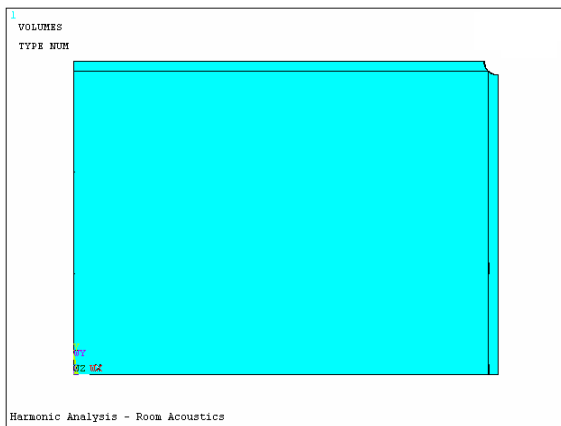

图 11-75 XY 面上的几何模型
③⑨依次选择 Utility Menu→PlotCtrls→Style→Colors→Reverse Video, ANSYS 显示窗口将变成白色。依次选择 Utility Menu→Plot→Areas 将显示所生成的几何模型, 生成的 XY 面上的几何模型如图 11-75 所示。